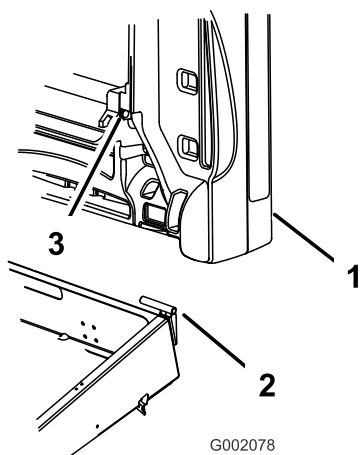

Figure 9
3. Glissez le trou de montage du plateau de chargement sur le pivot (Figure 9).